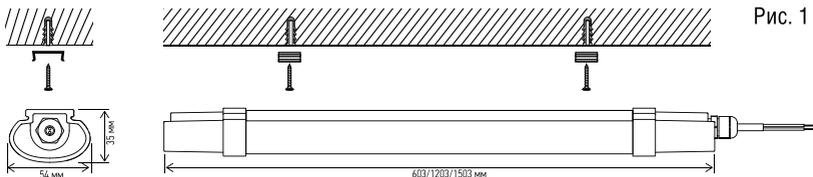

Рис. 1
2. Для установки светильника накладным способом монтажа: наметьте место будущей установки светильника и просверлите отверстия, закрепите монтажные скобы, как показано на Рис. 1. Защелкните в них корпус светильника.